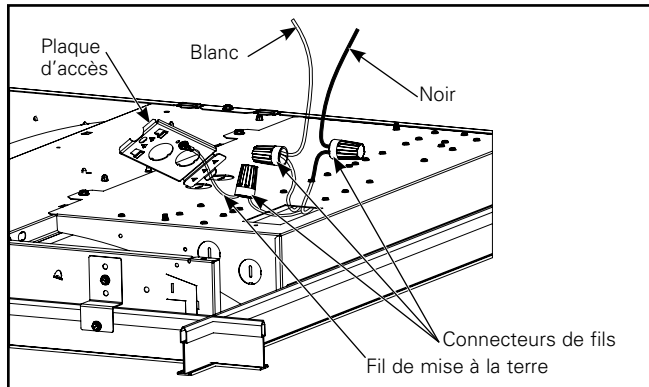

Figure 13.
8. Utilisation de l'entrée défonçable ouverte pour acheminer le câble d'alimentation. À l'aide des connecteurs de fils fournis, connectez le fil noir (ligne) au fil d'alimentation noir, le fil blanc au fil d'alimentation blanc et le fil de mise à la terre à la plaque d'accès à l'aide de la vis disponible dans la plaque d'accès. (Figure 13)